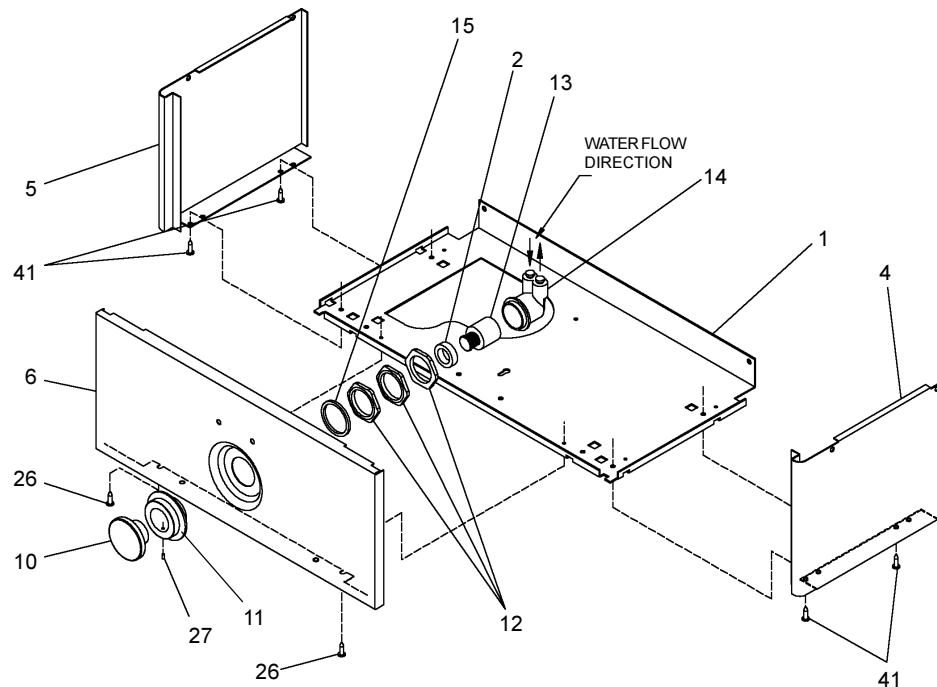
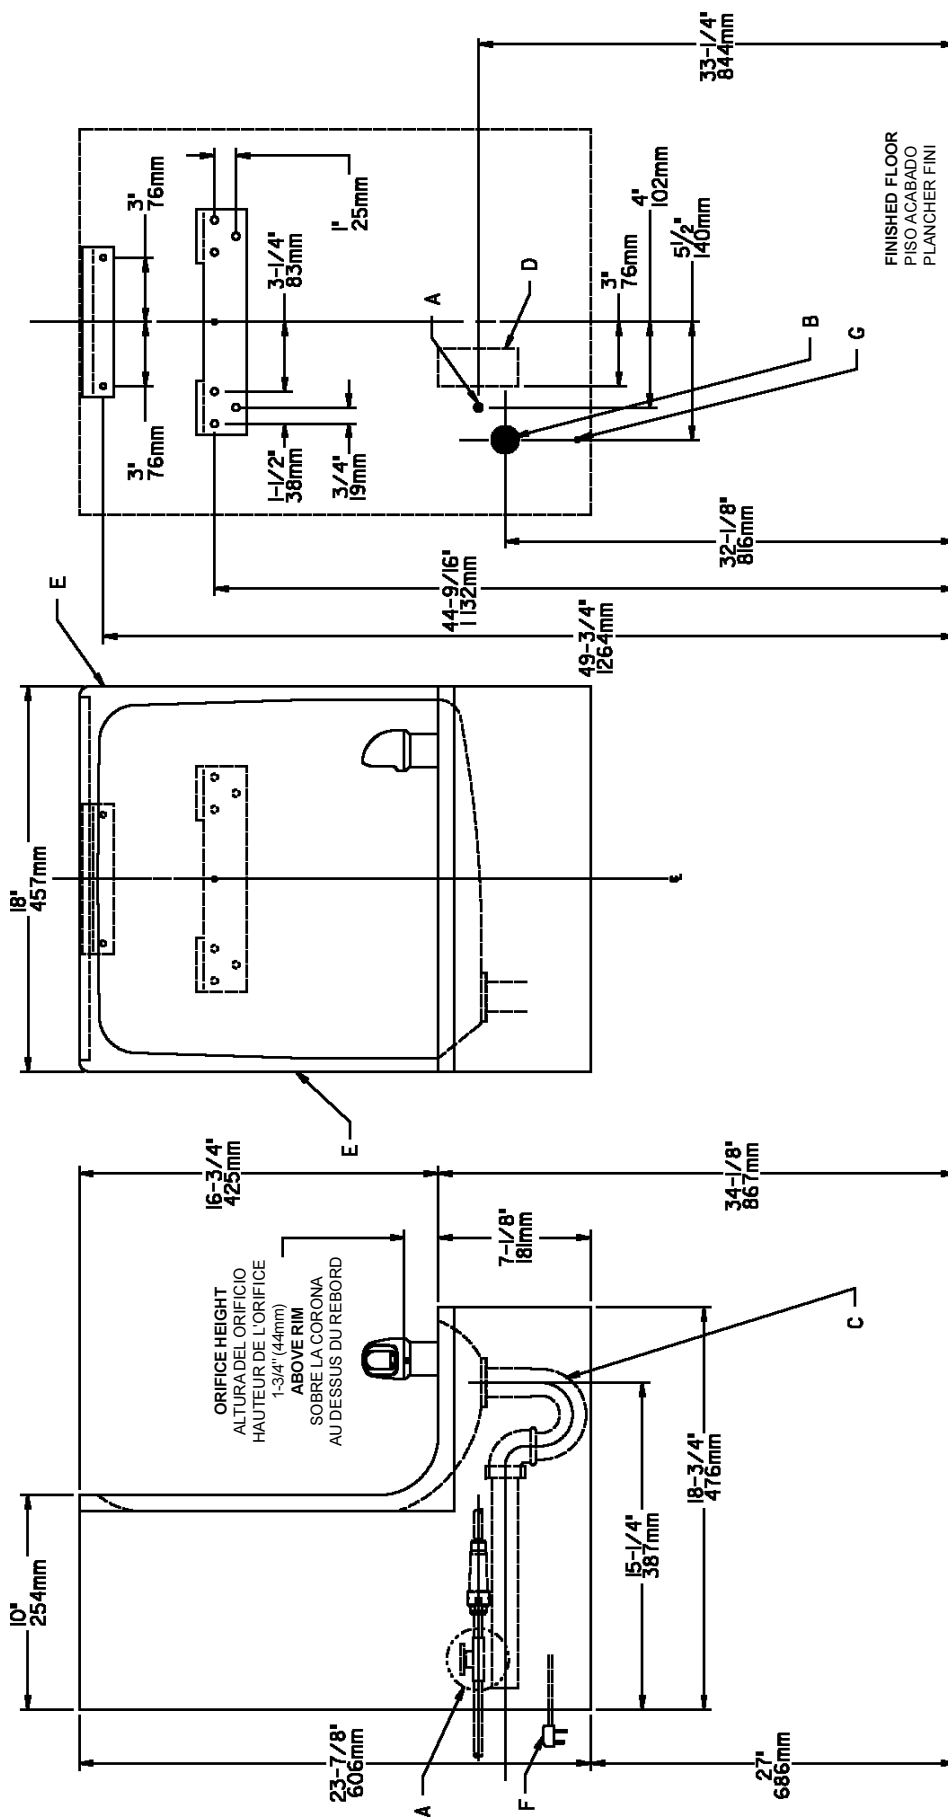

FIG.2
FIG. 3
- 2) Mount the hanger brackets and trap as shown in Figure 3.
- Anchor hanger securely to wall using all six (6) 1/4 in. dia. mounting holes.
- 5) Loosen the two (2) screws holding the lower front panel at the bottom of cooler base. Pull front panel forward to gain access inside cooler.
- 8) Stream height is factory set at 45-50 PSI. If supply pressure varies greatly from this, adjust screw, accessible by removing Item 10, Fig. 2. CW adjustment will raise stream and CCW adjustment will lower stream. For best adjustment, stream should hit basin approximately 6-1/2" (165mm) from bubbler.
- 2) Monte los fijadores de suspensión y quite el purgador como se muestra en la Fig.3.
- Ancle el suspensor de forma segura a la pared usando todos los seis (6) agujeros de montaje de 1/4" de diámetro.
- 5) Soltar los dos (2) tornillos que sujetan el panel delantero en le fondo de la base de la nevera. Tire hacia adelante el panel delantero para tener acceso al interior de la nevera.
- 7) Saque la tuerca deslizante y empaquetadura del colector e instáelos en la manquera de residuos de la nevera, asegurándose que el extremo de la manquera encaje en el colector. Coloque la tuerca deslizante y la empaquetadura en el colector y apriete firmemente. Probablemente habrá que quitar la cubierta (item 9) para tener espacio libre para el colector.
- 2) Installez les supports et le siphon tel qu'indiqué à la fig. 3.
- Ancrez solidement le support au mur à l'aide des six (6) trous de fixation d'un diam. 1/4 po.
- 5) Desserrer les deux (2) vis qui maintiennent le panneau avant inférieur en bas de la base de la fontaine rafraîchissante. Tirer le panneau avant vers l'avant pour accéder dans la fontaine rafraîchissante
- 8) La pression du jet est réglée en usine 3,1 et 3,4 bars. Si la pression d'alimentation varie fortement de cette valeur, régler la vis, accessible en déposant l'article 10, fig. 2. Un réglage dans le sens des aiguilles d'une montre relève le jet, et un réglage dans le sens contraire l'abaisse. Pour un réglage optimum, le jet doit frapper le bassin à environ 165 mm du barboteur.